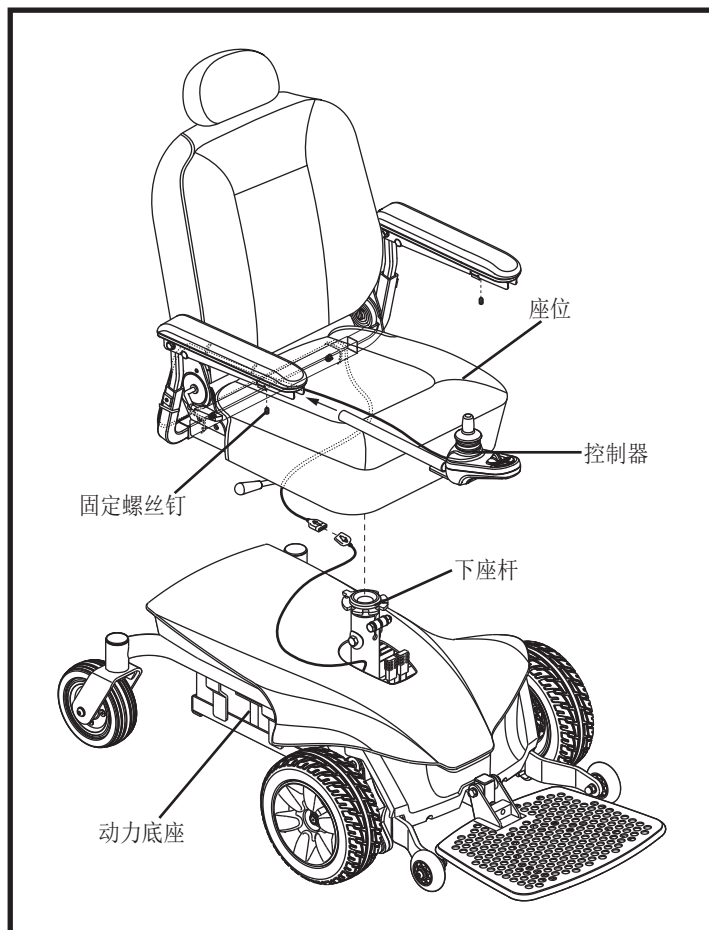

图6 座位及控制器装配
1. 将上座杆调整到所需位置，将螺栓插入座杆，然后用螺母固定。见图6。
2. 将座位向下滑至上座杆。见图6。
3. 将控制器安装在其中一个扶手内。用提供的六角扳手上紧固定螺丝钉。见图6。
4. 将扶手直线升高，然后布置好控制器线束，并如图6和7所示用线带固定。